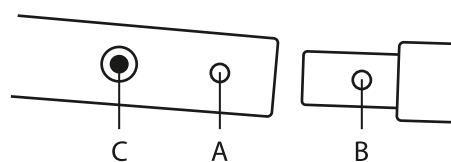

Рис. 1
- Вставьте одно основание подставки в другое (рис. 1, 2).